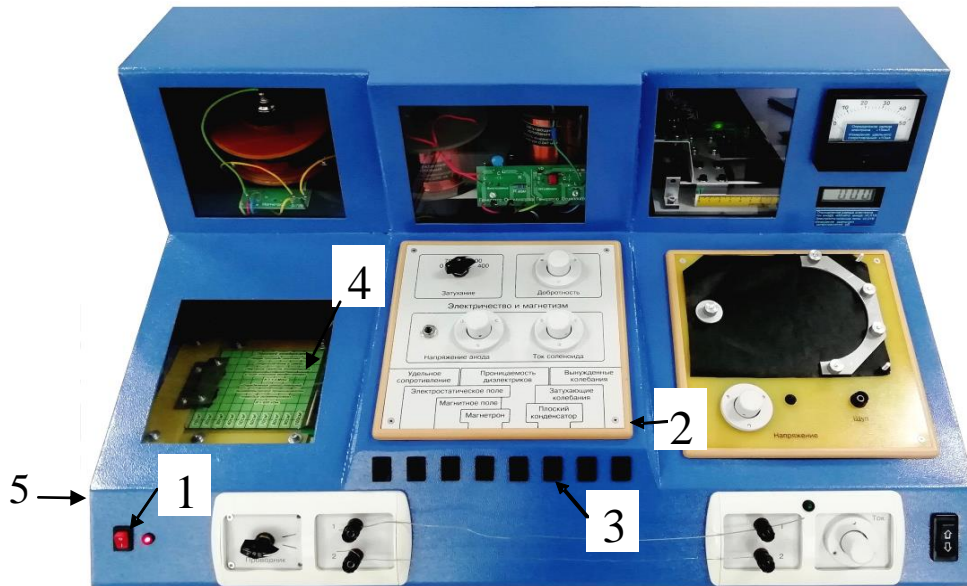

Рисунок 4.1 – Внешний вид лабораторного макета:
4.1.1 Ознакомиться с видом лабораторного макета (рисунок 4.1) и его органами управления.